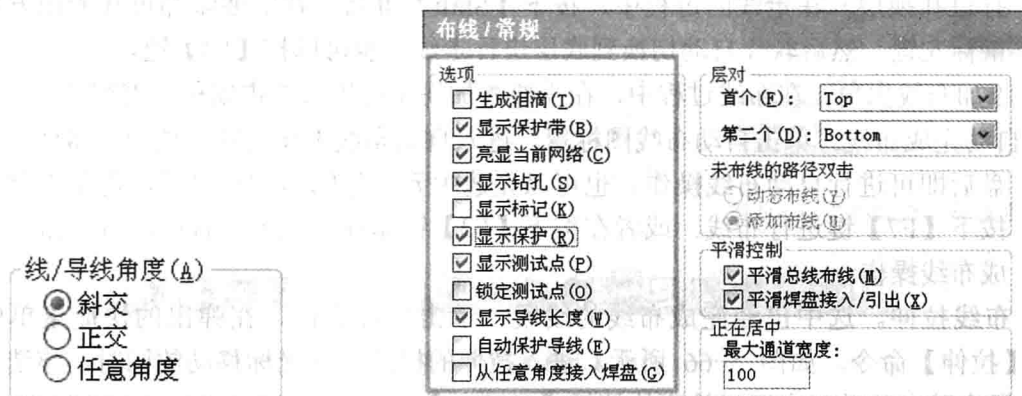
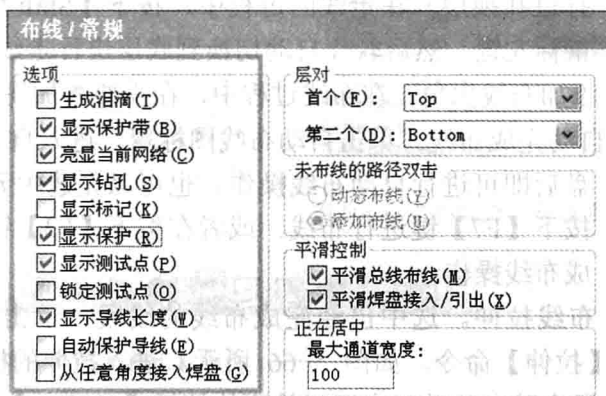

图 5-62 “线/导线角度”选项
图 5-63 “选项”设置
(1) 执行菜单命令【工具】→【选项】，设置“设计”标签页下的“线/导线角度”选项(如图 5-62 所示)和“布线/常规”标签页下的“选项”栏(如图 5-63 所示)，注意勾选“亮显当前网络”选项。